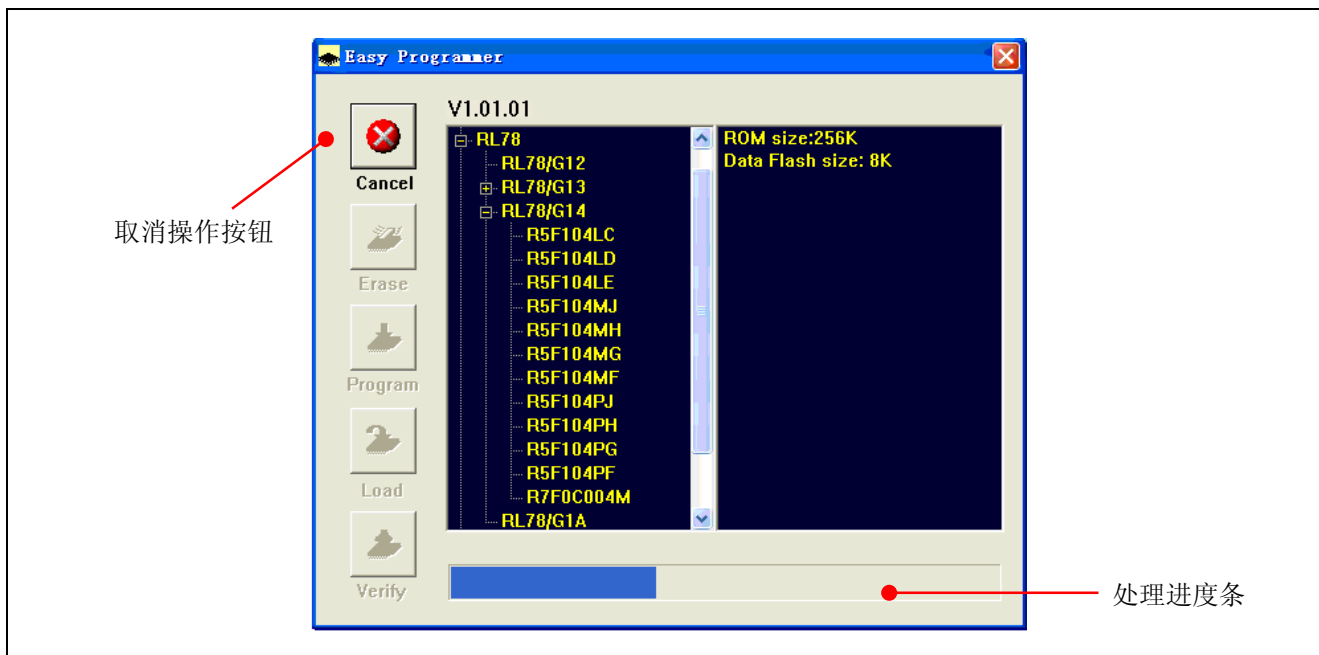

图 2.21 空检查操作进程
- 2) 单击“All Blocks”选择框以选择所有的块（对 RL78/G14 的 256k 版本而言，Flash ROM 从 0~0x3ffff，Data Flash 从 0xf1000~0xf2fff），单击“OK”按钮进行空检查操作。PC GUI 主界面将显示空检查的进度，“Blank Check”按钮将变为“Cancel”按钮，如图 2.21 所示。
- 2) 输入正确的地址，点击“OK”按钮，PC GUI 主界面将显示空检查的进度，“Blank Check”按钮将变为“Cancel”按钮，如图 2.21 所示。